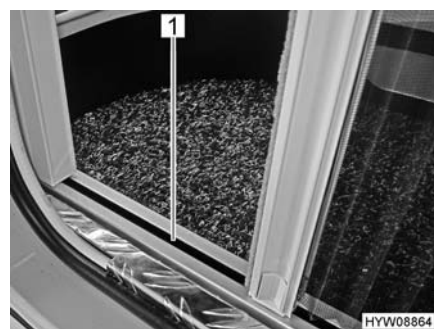

Fig. 33 Protezione contro gli insetti (guida inferiore)
- ▷ Durante l'apertura e la chiusura, afferrare la barra di presa con entrambe le mani. In questo modo è possibile limitare la possibilità che la protezione contro gli insetti si inceppi nelle guide (Fig. 33,1).